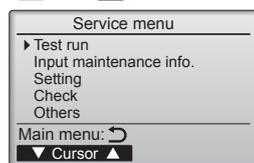

Abb. 7-3
③ Wählen Sie "Test run" (Testlauf) mit der Taste [F1] oder [F2], und drücken Sie dann die Taste . (Abb. 7-3)